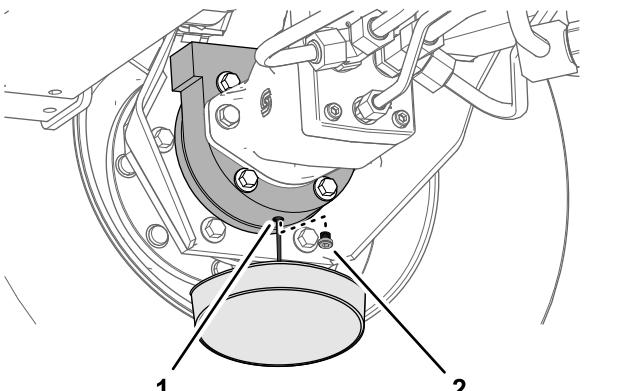

Figura 83
6. Coloque un recipiente debajo del alojamiento del freno, retire el tapón y deje que se drene por completo el aceite (Figura 83).